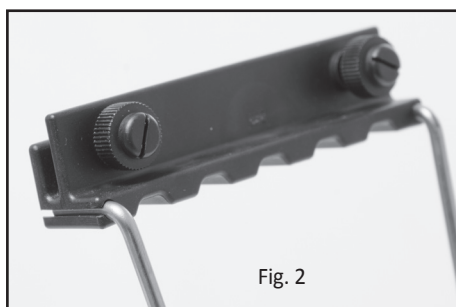

Fig. 2
2. Introduisez chaque extrémité courte des supports métalliques dans les pinces. Notez que les supports doivent être introduits dans la pince du côté de la vis plastique (fig. 2).
1. Montez le chapeau plastique sur la rampe. Montez l'autre chapeau de façon identique. Veuillez ignorer cette étape si ceux-ci sont prémontés (voir fig. 2).